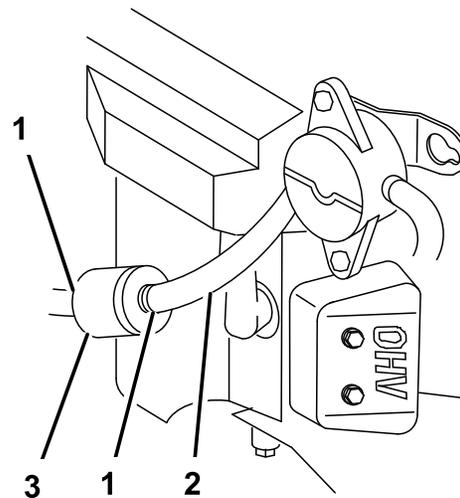

Figura 28
4. Premete le estremità delle fascette stringitubo ed allontanatele dal filtro (Figura 28).